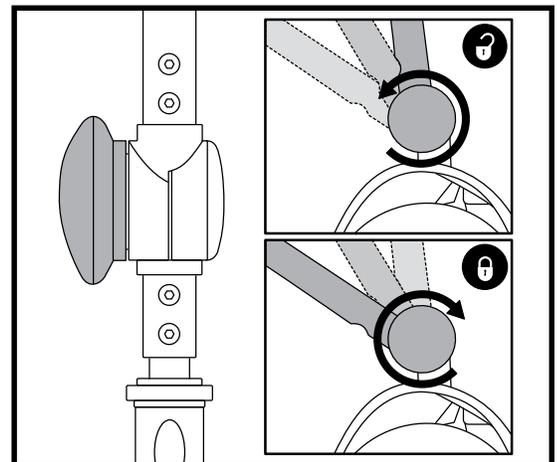

Figura 17. Regolazione manubrio
Vedere figura 17.
L'inclinazione del bracciolo dello scooter è regolabile verso il basso o verso l'alto ruotando l'apposito selettore. **Vedere figura 17.**
1. Tirare verso l'esterno la leva scorrimento sedile (ubicata sul lato inferiore sinistro del sedile). **Vedere figura 17.**
La staffa accessoria montata posteriormente consente di collegare un accessorio personale, come un cestino, un portadeambulatore, o una bombola di ossigeno alla parte posteriore dello scooter. Utilizzare il perno di fermo per fissare in modo sicuro l'oggetto alla staffa accessoria. **Vedere figura 17.** Per dettagli rivolgersi al fornitore autorizzato.